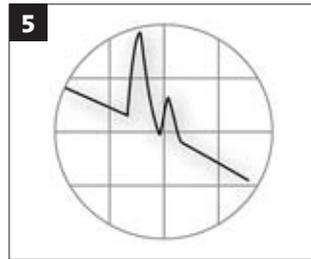

Bild 5: Geist – ein scheinbares Ereignis durch Reflexion
- **Geist:** Scheinbares Ereignis, das durch mindestens eine starke Reflexion auf der Strecke entstehen kann (Echo). Hat keine Einfügedämpfung, kann auch hinter dem eigentlichen Faserende liegen (**Bild 5**).